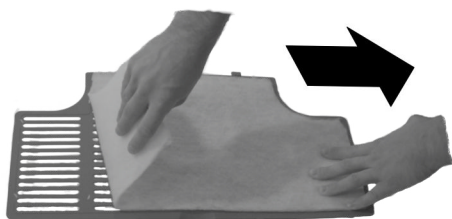

Abb. 29: ReinigungsfILTER abziehen
2. ▶ Alten ReinigungsfILTER abziehen (Abb. 29).